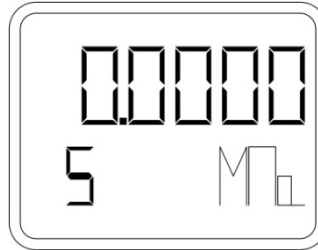

Рисунок 23 – Установка нижнего предела измерения без подачи опорного давления
- При помощи кнопки «S» зайти в пункт меню 5 (рисунок 23).